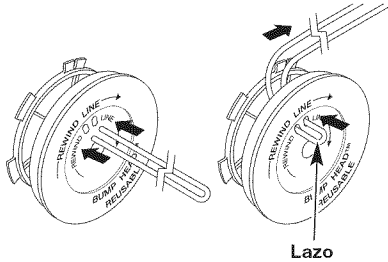

Fig. 17
6. Tome aproximadamente 5.4 m (18 pies) de nueva línea de corte, enlázela en dos longitudes iguales. Inserte cada extremo de la línea a través de uno de los dos orificios del carrete interior (Fig. 17). Pase la línea a través del carrete interior de modo que el lazo sea lo más pequeño posible.